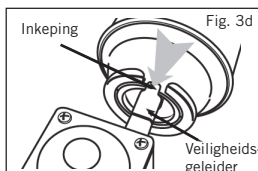

Fig. 3d
- Sluit de cartridge in een horizontale positie aan en zorg ervoor dat de inkeping in lijn is met de veiligheidsgeleider (zoals weergegeven in Fig. 3d).